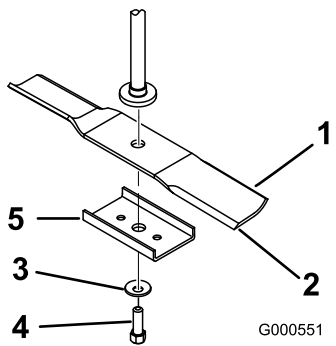
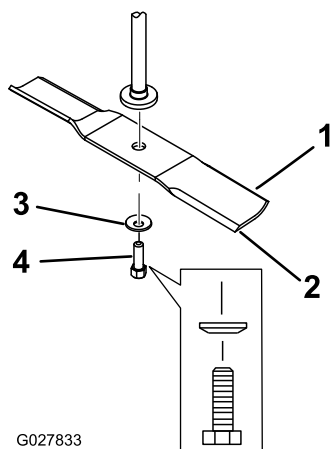

Figura 61
Figura 62
2. Retire o esticador da lâmina (apenas plataformas de 81 cm), o parafuso da lâmina, a anilha curva e lâmina do eixo (Figura 61 e Figura 62).
- Instale lâmina no eixo (Figura 62).
- Instale o esticador de lâmina (apenas plataformas de 81 cm), a anilha curva (lado oval virado para a lâmina) e o parafuso da lâmina (Figura 62).